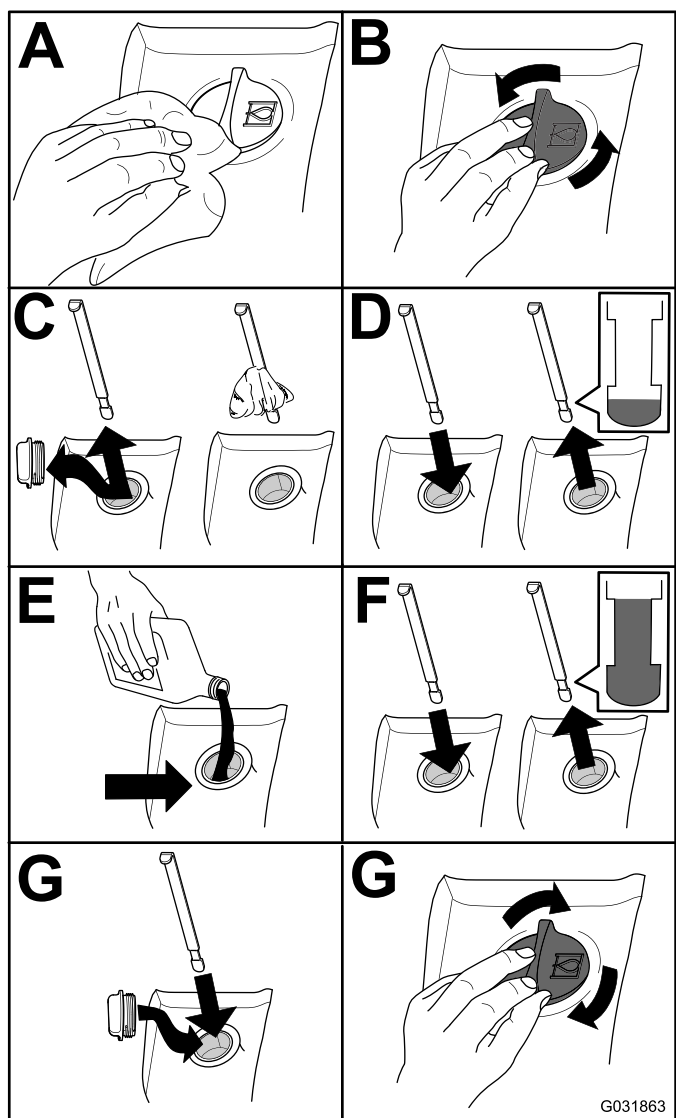

Figura 82
2. Compruebe el nivel de fluido hidráulico (Figura 82).